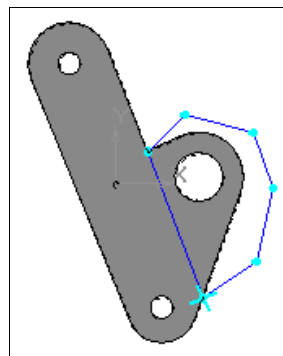

Рис. 17.12. Эскиз обнижения
- ◆ постройте ломаную кривую, как на рис. 17.12, чтобы она перекрывала плоскость рычага;